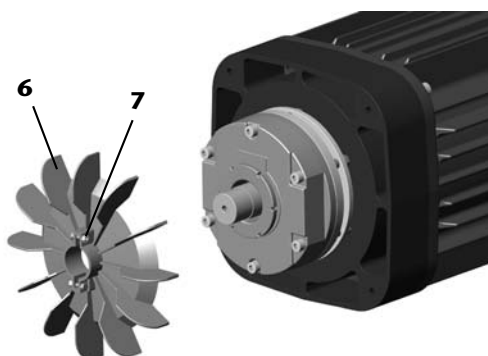

fig. 148a
4. Otez le ventilateur -6- en desserrant les vis -7- (fig. 148a).